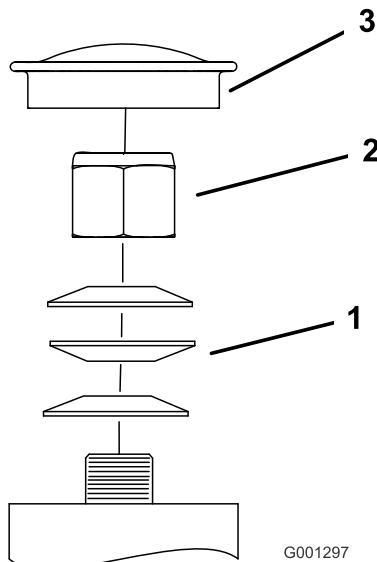

図 53
3. キャスターからダストキャップを外してロックナットを締め付ける**図 53**。
4. スプリングワッシャが平たくつぶれるまでロックナットを締め付け、その位置から 1/4 回転もどすと、ベアリングに対して適切な予負荷がかかる**図 53**。
5. ダストキャップを取り付ける**図 53**。
重要 スプリングワッシャが**図 53**のように正しく取り付けられていることを確認してください。